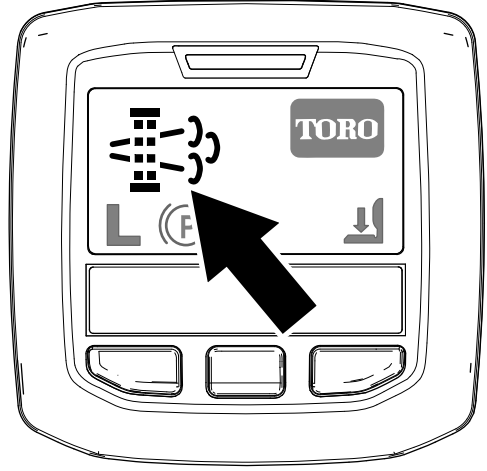

Figure 34
- L'icône de régénération en stationnement s'affiche dans l'InfoCenter (Figure 34).